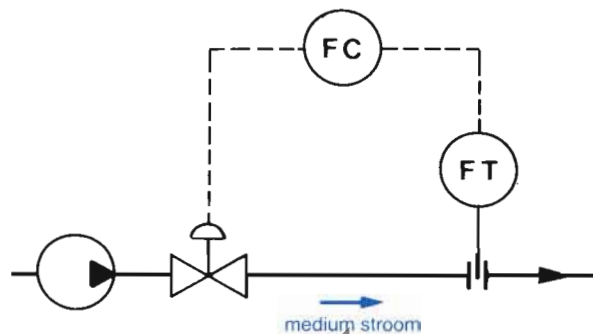

Fig. 12.2 Stroomafwaarts regelen
Bij deze methode vindt men het meetpunt of opnemer “stroomafwaarts”, dus voorbij de klep. Meebewegend met de mediumstroming ontmoet men eerst de regelklep en daarna de opnemer zoals in fig. 12.2 is weergegeven. De waarde van de geregelde procesgrootte wordt nu gemeten aan de kant van de afnemer of afvoerszijde en het is dus deze laatste die bepaalt wat de productie zal zijn. Daarom noemt deze regelwijze ook “consument-bepalende regeling”.
- debiet: in fig. 12.2 wordt het debiet na de regelklep gemeten en via die regelaar FC op de gewenste waarde gehouden. Theoretisch maakt het geen verschil uit of men in een leiding het debiet meet vóór of achter de regelklep. Praktisch is er echter wel een verschil omdat de rechte leidinglengte vóór de meetflens veel groter moet zijn dan erachter. Daarom heeft de stroomopwaartse debietregeling, uit installatieoverwegingen, de voorkeur boven de stroomafwaartse.